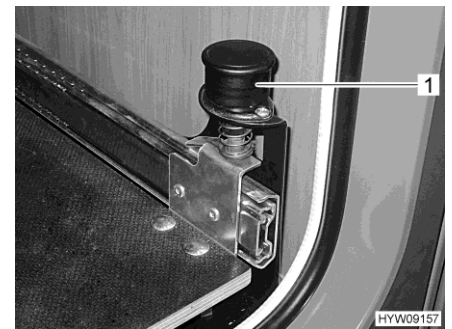

Bild 92 Knauf mit Arretierung
- Knauf (Bild 92,1) nach oben ziehen. Der Gaskastenauszug ist entriegelt.